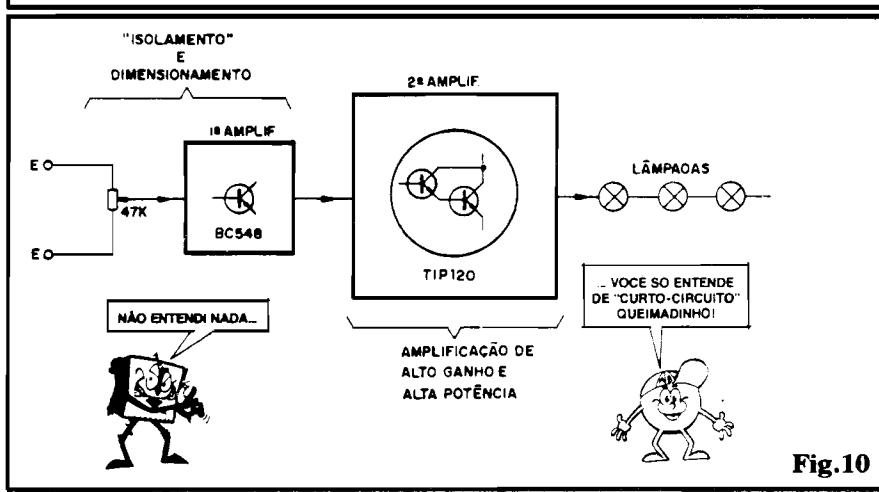

Fig. 10
- FIG. 10 - O diagrama de blocos da MP-22 enfatiza a sua grande simplicidade circuital... Inicialmente temos um potenciômetro, cujo valor bastante alto (com relação à impedância natural do al-